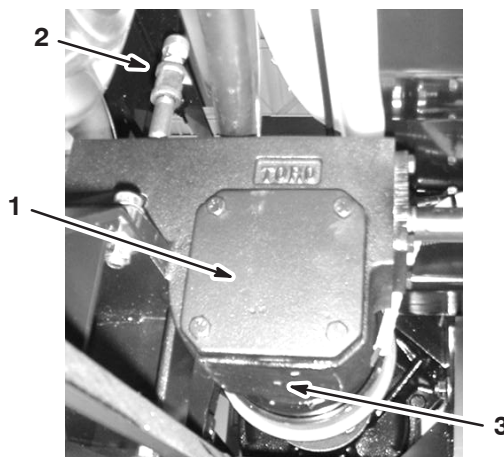

Figure 46
3. Retirez le bouchon de remplissage et de vidange (Fig. 46) pour permettre à l'huile de s'écouler dans le bac.